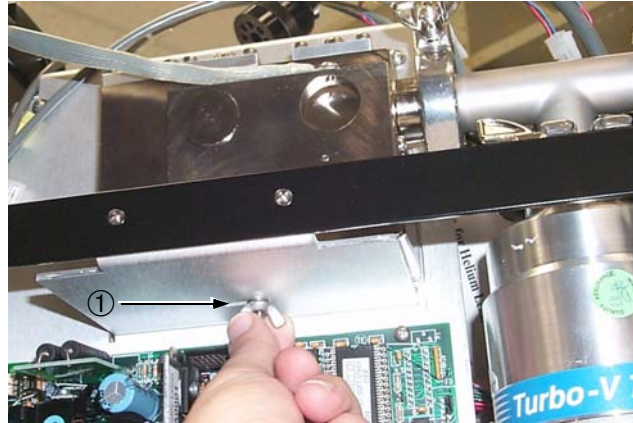

Figura 4-4 Tuerca de Mariposa
- Extraiga la tuerca de mariposa ① situada debajo del estante bajo el tubo del espectrómetro (Figura 4-4).